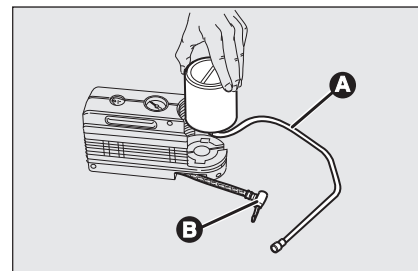

fig. 20
- ☐ maak de koppeling **B-fig. 20** los;